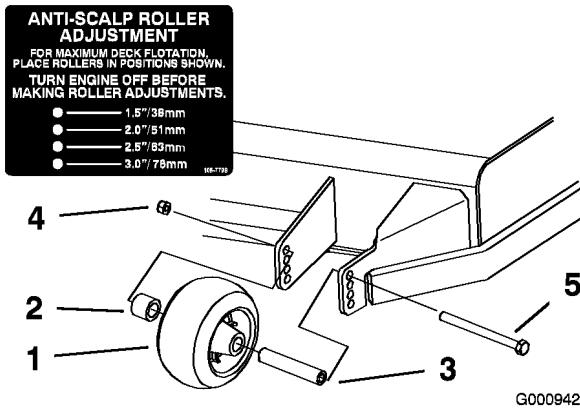
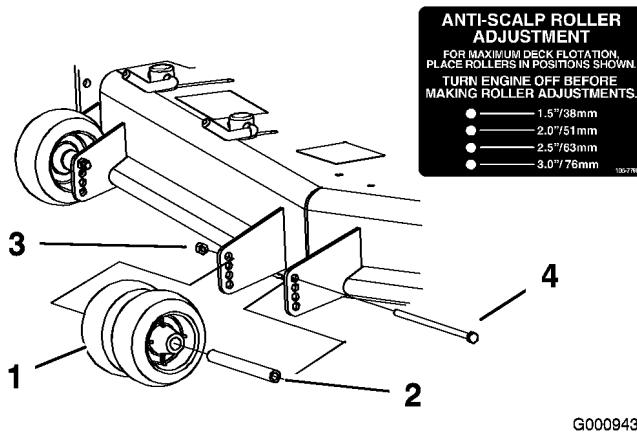
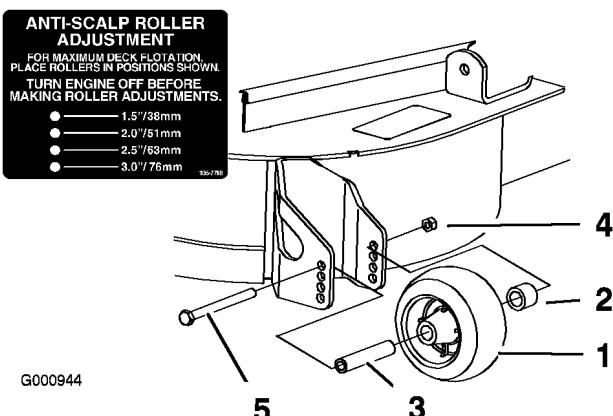

Figure 19
Figure 20
Figure 21
3. Après avoir réglé la hauteur de coupe, réglez les galets en retirant l'écrou à collet, la bague, l'entretoise et le boulon (Figure 19, Figure 20 et Figure 21).
Remarque: Les deux galets centraux ne sont pas munis d'entretoise (Figure 20).
5. Posez l'écrou à collet, la bague, l'entretoise et le boulon. Serrez à 54-61 Nm (Figure 19, Figure 20 et Figure 21).